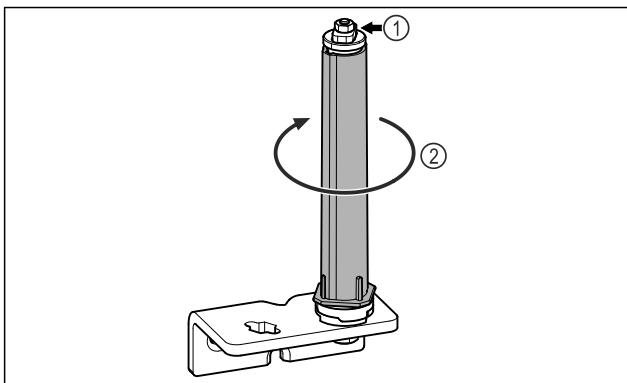

Fig. 18
- ▶ Älä pura ovijärjestelmää Fig. 18 (1) osiin.
- ▶ Käännä sulkujärjestelmää Fig. 18 (2), kunnes se naksahtaa.